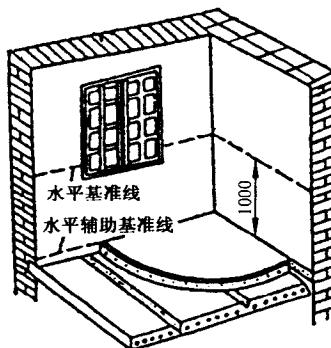
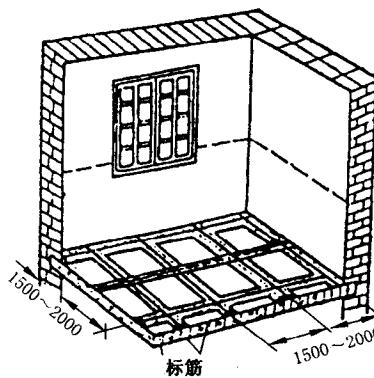

图 1-1 弹准线
图 1-2 做标筋
(1) 弹准线：地面抹灰前，应先在四周墙上弹出一道水平基准线，作为确定水泥砂浆面层标高的依据。水平基线是以地面±0.00 m及楼层砌墙前的抄平点为依据，一般可根据情况弹在标高100 cm的墙上，见图 1-1。弹准线时要注意按设计要求的水泥砂浆面层厚度弹线。
(2) 做标筋：根据水平基准线再把楼地面面层上皮的水平辅助基准线弹出(见图 1-1)。面积不大的房间，可根据水平基准线直接用长木杠抹标筋，施工中进行几次复尺即可。面积较大的房间，应根据水平基准线，在四周墙角处每隔1.5 m~2.0 m用1:2水泥砂浆抹标志块，标志块大小一般是8 cm~10 cm见方。待标志块结硬后，再以标志块的高度做出纵横方向通长的标筋以控制面层的厚度。地面标筋用1:2水泥砂浆，宽度一般为8 cm~10 cm，见图 1-2。做标筋时，要注意控制面层厚度，面层的厚度应与门框的锯口线吻合。